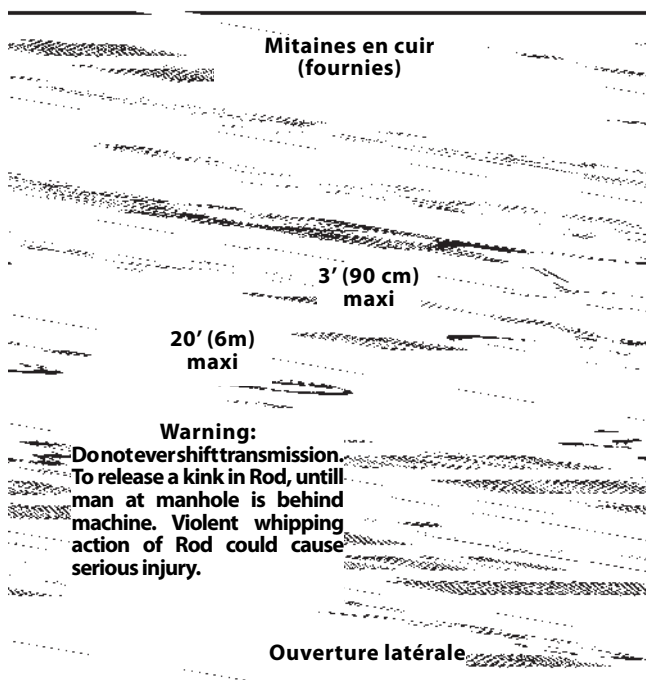

Figure 3 – Utilisation du dégorgeoir à tringles
⚠ AVERTISSEMENT Respectez le mode d'emploi à la lettre afin de maintenir le contrôle de la machine et de ses tringles, et éviter ainsi de graves blessures (Figure 3).
11. Lorsque la machine avance, le manipulateur de tringle doit appuyer sur la tringle en la guidant entre son pouce et sa paume, les doigts étendus. (Figure 3).